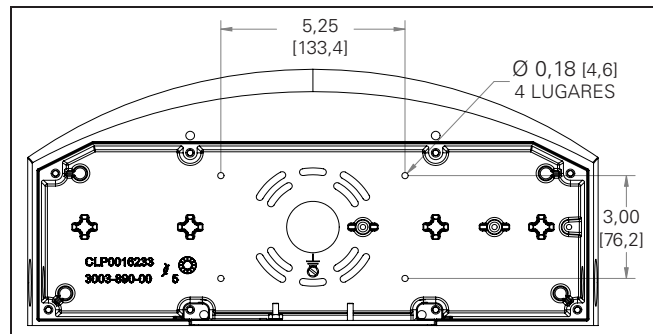

Figura 14
3. Fije la caja posterior a la pared utilizando 4 tornillos de 3/16 in de tamaño (provistos por terceros). Utilice el tipo de tornillo adecuado para el material de la pared. (Figura 14)